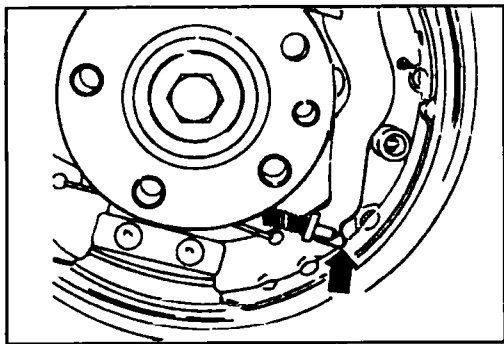

Рис. 9.25 Место крепления троса привода стояночного тормоза
- ◆ Наклоните тормозную колодку вниз и отсоедините от распирающего рычага трос стояночного тормоза. Трос зафиксирован на рычаге пружиной (см. рис. 9.25). Во время установки троса пружину необходимо также растянуть. Особое внимание следует уделить регулятору колодок. Его необходимо разобрать, очистить и смазать. Его левая часть имеет правую резьбу, а правая часть - левую. Вилки регулятора с одной стороны несимметричны. Во время сборки надо установить регулятор так, чтобы длинный конец вилок находился со стороны тормозного щита.
Тормозные колодки устанавливаются в обратной последовательности. Посадочные поверхности тормозных колодок к тормозному щиту, нижние концы колодок, осажженные в кронштейне, а также шарнир распирающего рычага слегка смажьте графитовой смазкой. Сначала подсоедините трос стояночного тормоза (см. рис. 9.25), то есть отодвиньте щипцами пружину так далеко как это возможно, осадите наконечник троса в распирающем рычаге и отпустите пружину, чтобы она зафиксиро-